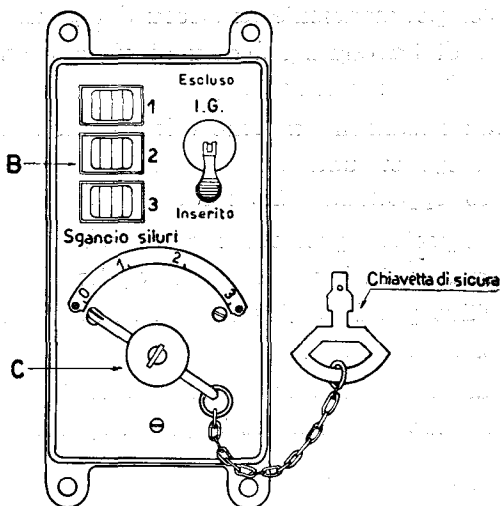

Fig. 77
— Un quadretto (13) sistemato sulla piantana (fig. 77), nella quale è incorporato l'interruttore generale I.G., l'avvisatore di avvenuto sgancio mediante persiane « B »; del commutatore di predisposizione lancio « C ».